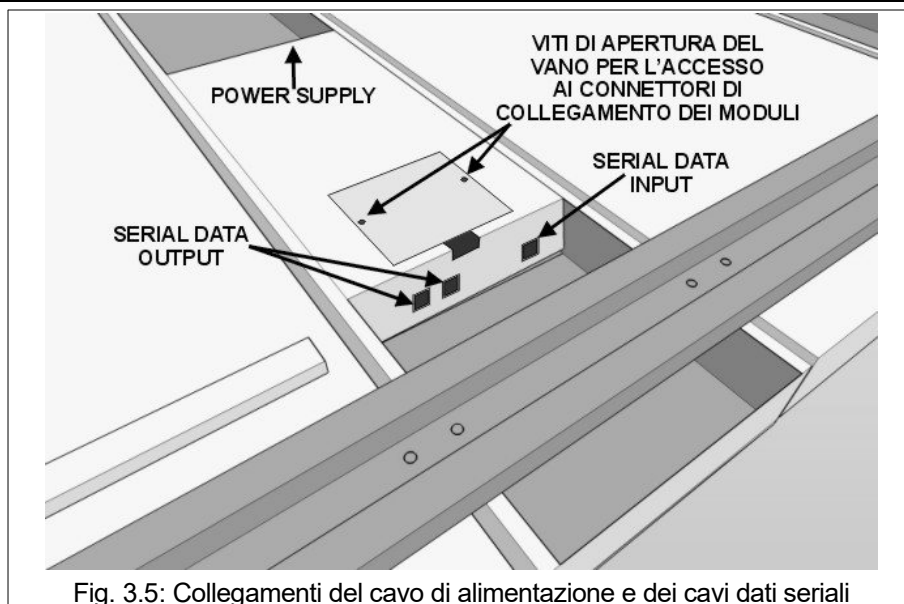

Fig. 3.5: Collegamenti del cavo di alimentazione e dei cavi dati seriali
1. Individuare il modulo dove è presente l'unità di alimentazione (vedere Fig. 3.2); mediante un cacciavite a croce, aprire sulla stessa il vano per i collegamenti (Fig. 3.5).
Sull'Unità di alimentazione (vedere Fig. 3.5) sono presenti i seguenti connettori: